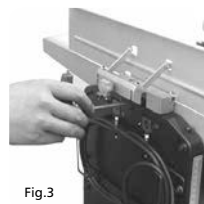

Fig.3
- Ajuste la guía lateral en paralelo con la superficie de la mesa y apriete los tornillos (Fig. 3).